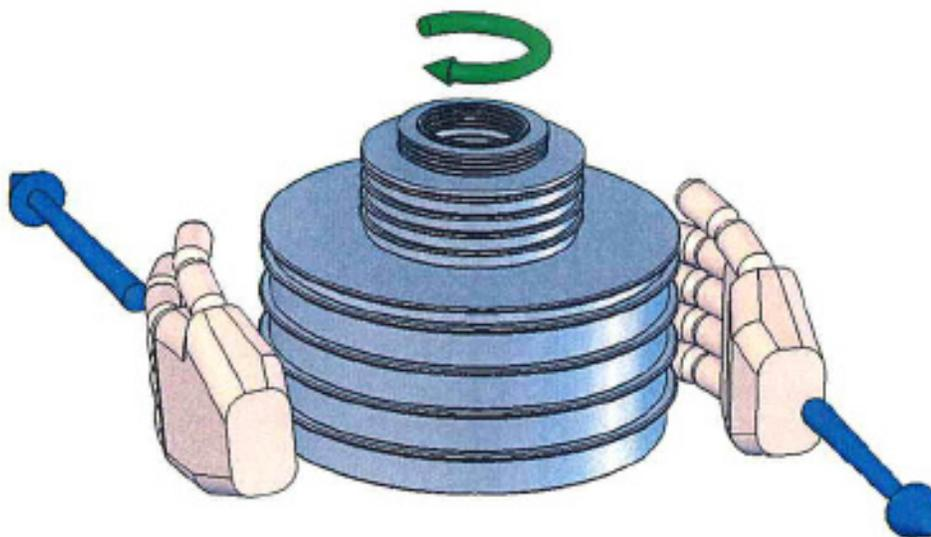

Figura 3-1. Rotación de pesos
4. Gire suavemente la pila de pesos en el sentido de las agujas del reloj, de tal forma que el giro se realice a entre 10 y 60 rpm aproximadamente. Evite realizar cargas laterales al girar los pesos. Para ello, coloque las palmas de las manos en cada lateral y "enrolle" la pila tirando en direcciones opuestas. Consulte la figura 3-1. **NO gire los pesos cuando el pistón se encuentre contra los límites superior o inferior de recorrido.**
4. Gire suavemente la pila de pesos en el sentido de las agujas del reloj, de tal forma que el giro se realice a entre 10 y 60 rpm aproximadamente. Evite las cargas laterales al girar los pesos. Para ello, coloque las palmas de las manos en cada lateral y "enrolle" la pila tirando en direcciones opuestas. Consulte la figura 3-1. **NO gire los pesos cuando el pistón se encuentre contra los límites superior o inferior de recorrido.**